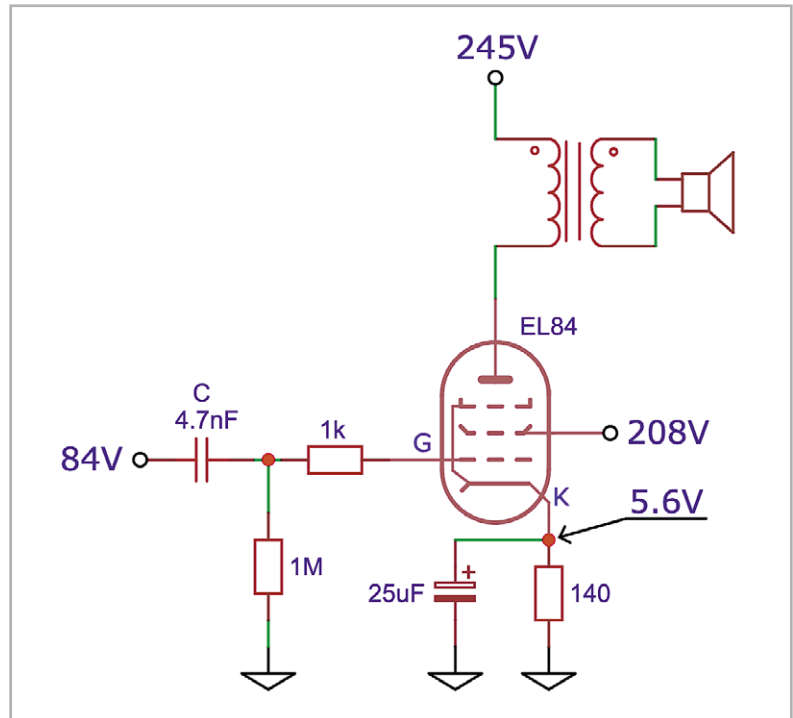

Bild 4: Typische Leistungsausgangsstufe eines Röhrenradios, die über den Kondensator C mit der vorhergehenden Vorverstärkerstufe gekoppelt ist
Wenn der Leckstrom eines Kondensators sehr gering sein kann, warum ist er dann ein so großes Problem in elektronischen Schaltungen? Dies lässt sich am besten anhand des Schaltbilds einer typischen Leistungsstufe eines Röhrenradios (wie sie im Grundig 2147 Röhrenradio verwendet wird), verstehen (siehe Bild 4).
Die Leistungsrohre muss für den Betrieb richtig vorgespannt sein. In der Schaltung von Bild 4 ergibt ein 140-Ω-Widerstand zwischen Kathode und Masse eine Kathodenspannung (VK) von 5,6 V auf Masse bezogen. Normalerweise fließt kein Strom in oder aus dem Gitter der Röhre, da es eine sehr hohe Impedanz hat. Folglich fließt kein Strom durch den